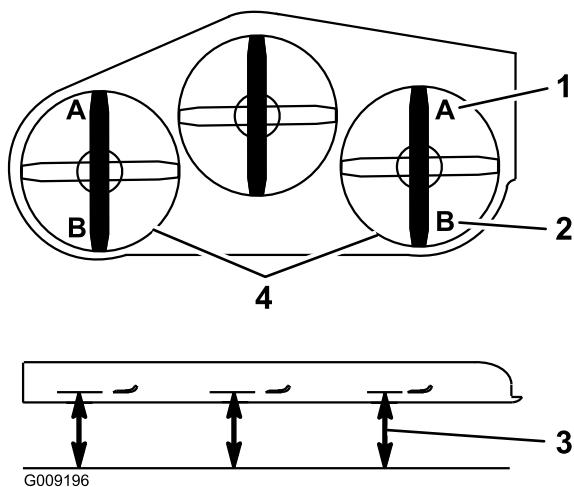

**Figure 84**
5. Enfoncez complètement la pédale de relevage du tablier de coupe pour verrouiller le tablier à la position de transport de 14 cm (5½ po) (Figure 84).